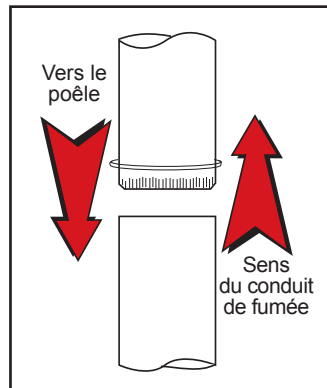
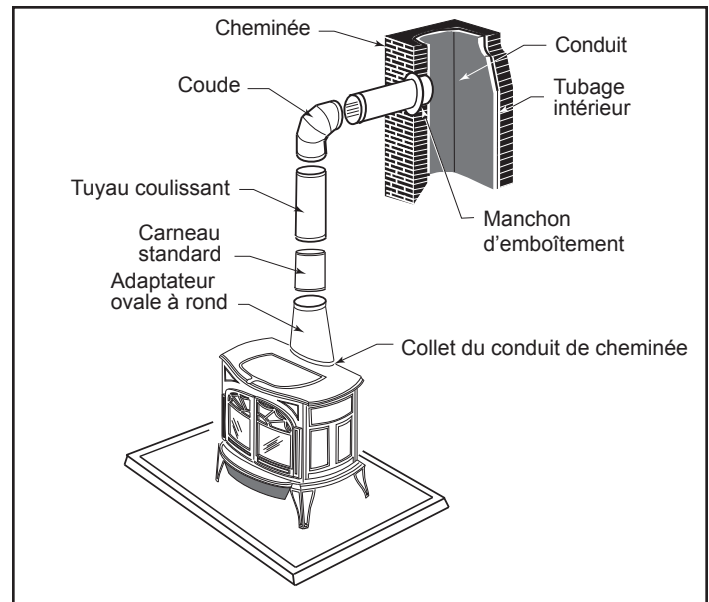

Figure 2.3
Figure 2.4 – Vue éclatée du carneau dans une installation autoportante en maçonnerie.
- Commencez par assembler le collet de cheminée au poêle. Insérez la première extrémité sertie dans le collet de cheminée du poêle en veillant à diriger chaque extrémité sertie vers le poêle (figure 2.3). En utilisant les trous du collet de cheminée comme guides, percez des trous de 3 mm (1/8 po) dans le bas de la première section du carneau et fixez-la au collet de cheminée avec trois vis à tôle n° 10 x 1/2 po. Soulevez la plaque chauffante et protégez la surface du poêle entre l'ouverture de la plaque chauffante et l'avant du collet de cheminée pour protéger la finition lorsque vous percez le trou avant.
- Attachez chaque joint entre les sections du carneau, y compris les joints télescopiques, avec au moins trois (3) vis à tôle. Les trous prépercés au sommet de chaque section du carneau servent de guides lorsque vous percez des trous de 3 mm (1/8 po) dans la partie inférieure de la section suivante.
- Attachez le carneau à la cheminée. Les instructions pour diverses installations sont données ci-dessous. La figure 2.4 illustre la disposition générale des pièces du carneau.